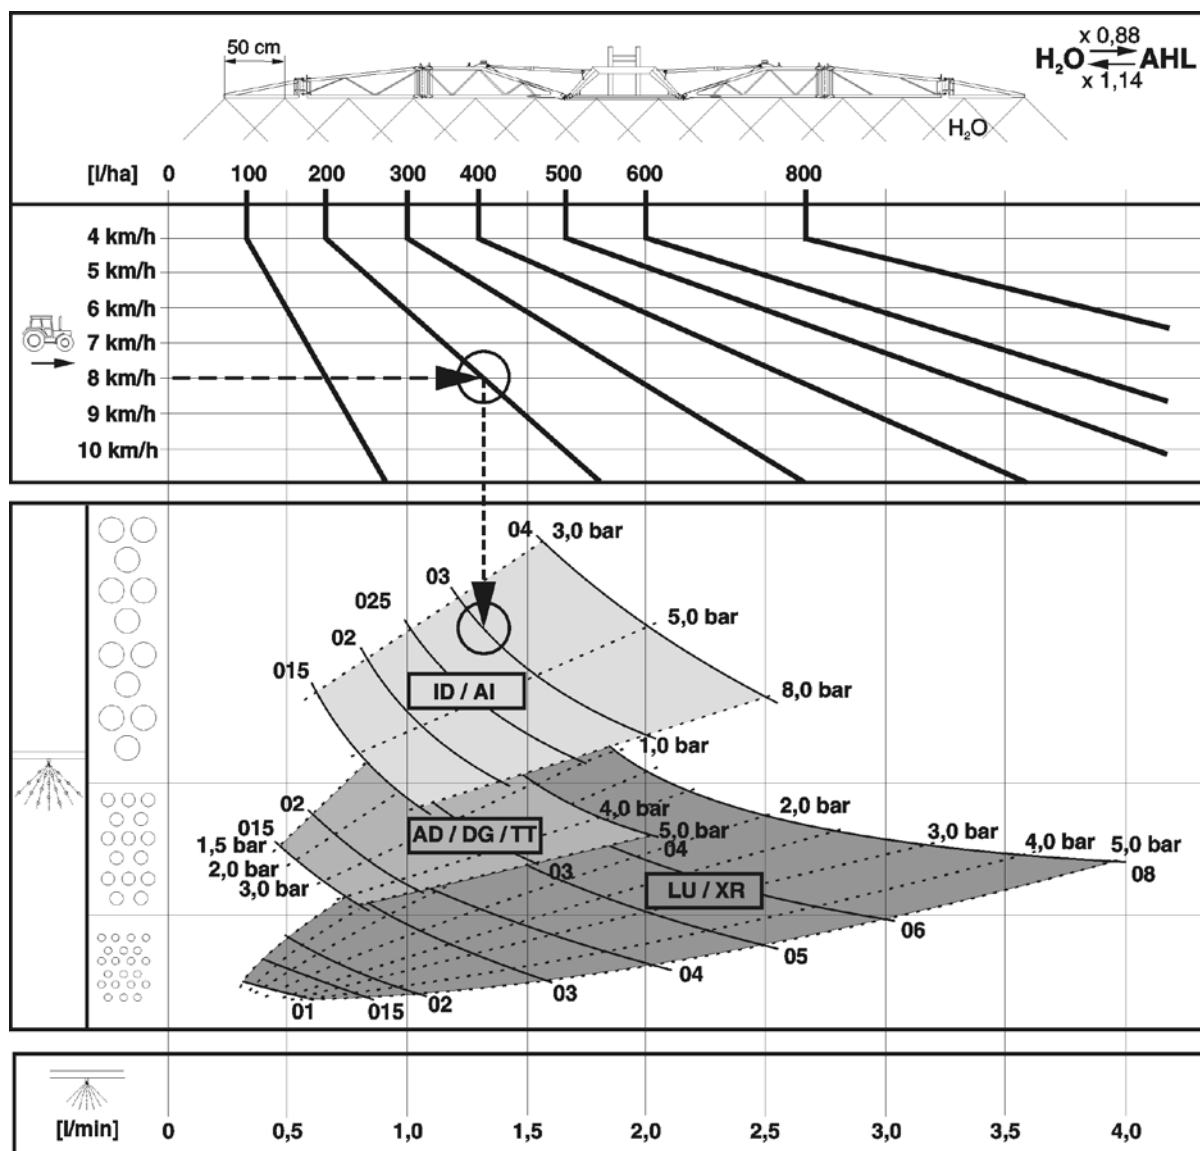

Bild 180
- Bild 180 används för
4. Byt till spruttabelen (**Bild 180**).